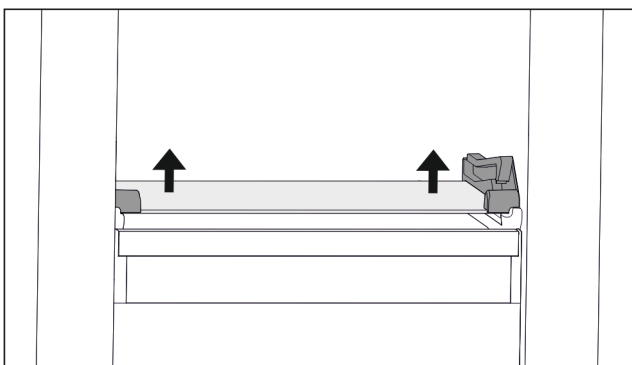

Fig. 74 Glasplatte des abklippbaren Schubfachs
- ▶ Glasplatte von unten beidseitig nach oben drücken. (siehe Fig. 74)